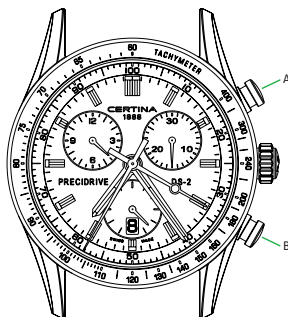

Fig. 3
**Lecture du temps 2 (selon Fig. 3)**